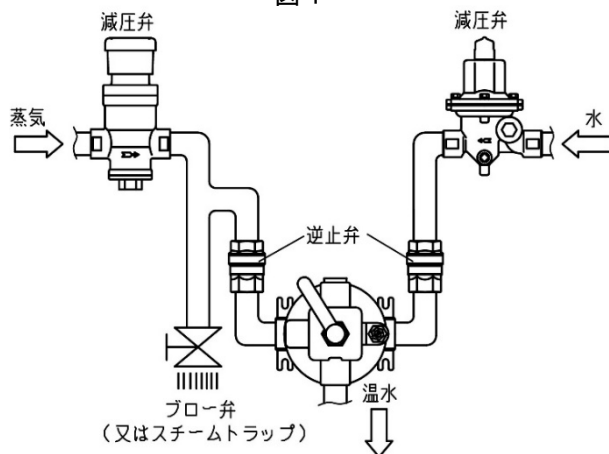
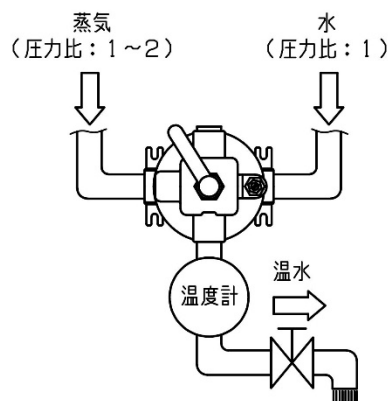

図 3
図 4
- 4) 蒸気配管側にはブロー弁またはスチームトラップを必ず取付けてください。（図3）
度計を取付ける際は、ミキシングバルブ直近に取付けてください。（図4）
対策を講じてください。（図3）
を設置して圧力を調整してください。（図3、図4）